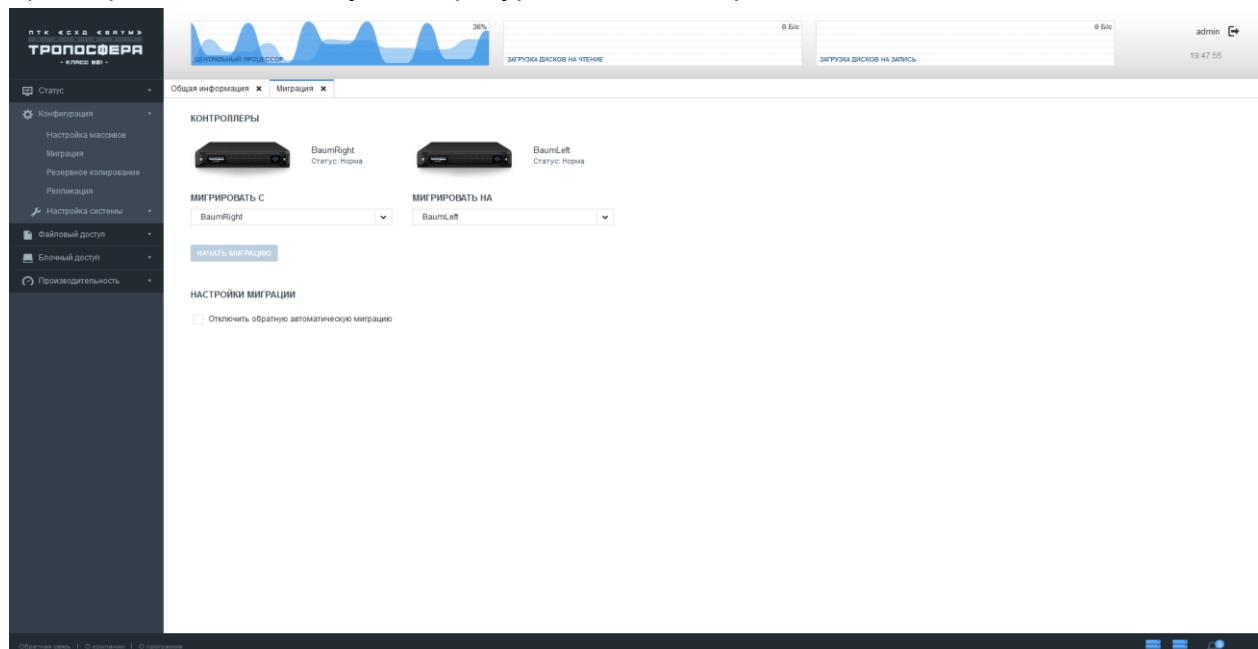

Рисунок 40 – Настройка миграции массива
- 4) Нажать на кнопку «Начать миграцию». При этом интерфейс блокируется на время выполнения операции (см. Рисунок 40).